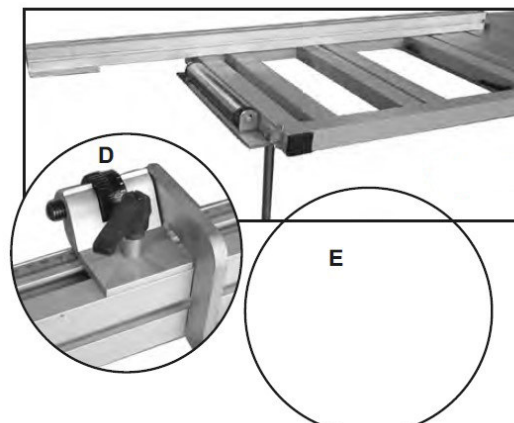

Abb.5-6: Montage des Längenanschlags
- Schieben Sie den Klappanschlag (Pos. D, Abb. 5-6) in den Anschlag.
- Falls erforderlich, den Niederhalterarm auf den Bolzen (Pos. E, Abb. 5-6) stecken.